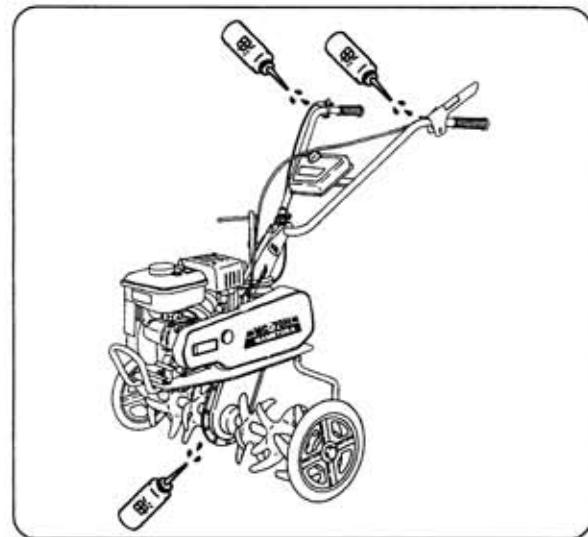

図31
4) 注油(図31)
- ①各作動部分には油差しで注油してください。
- ②各々のレバー類と軸受部分等
- ③各々のワイヤには注油口よりワイヤを作動させがらおこなってください。特に露出部分には念入りにおこなってください。